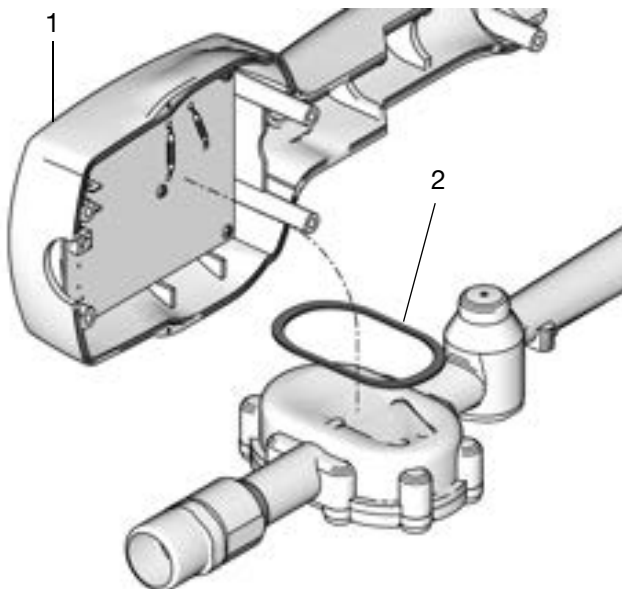

FIG. 4
Det är viktigt att packningen (2) placeras korrekt när den elektroniska styrningen (1) installeras i vätskesektionen (FIG. 4)